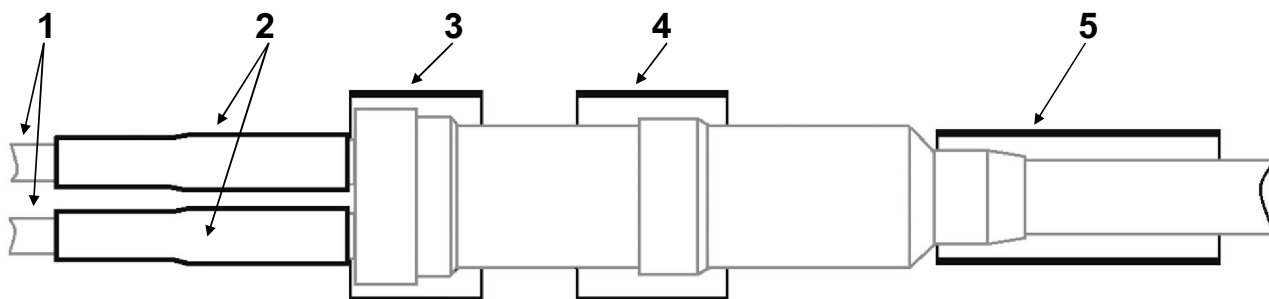

Рис. 3.3. Установка муфты МРПС над смонтированным сростком
3.9. Собирают стационарную разветвительную муфту МРПС над упакованным сростком (рис. 3.3), обеспечивая плотную посадку основного кабеля в конусе полумуфты.